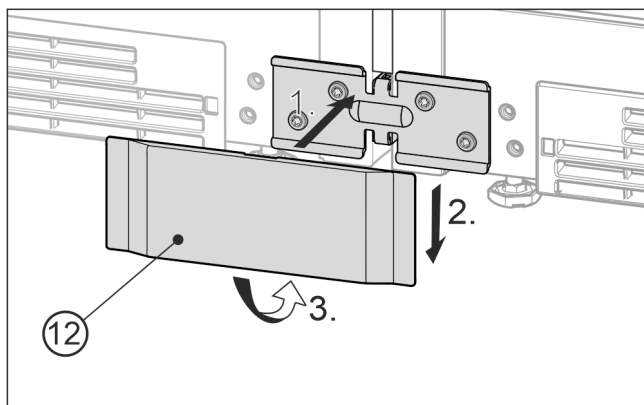

Fig. 24 Representación a modo de ejemplo
- Coloque la cubierta Fig. 24 (12) inferior sobre el ángulo desde la parte delantera Fig. 24 (1), deslícela hacia abajo Fig. 24 (2) y asegúrela en la parte inferior Fig. 24 (3).